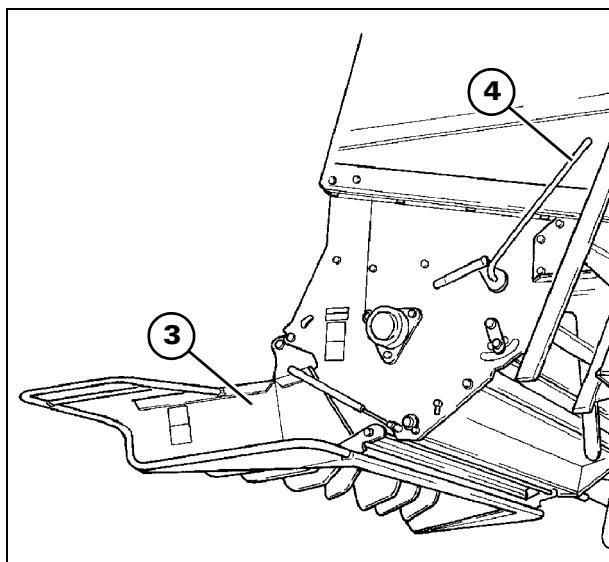
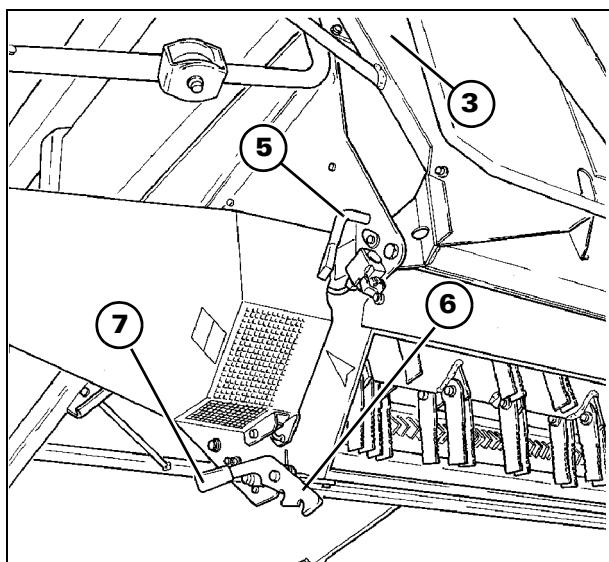
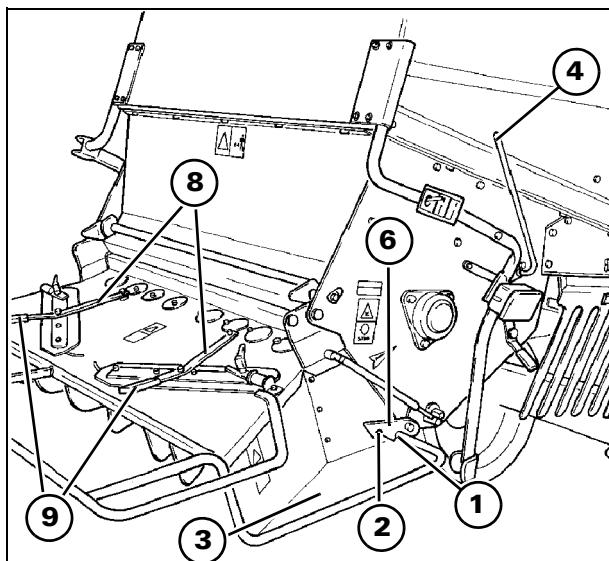

Рис. 22
Рис. 23
Рис. 24
ПОЛОЖЕНИЕ ДЛЯ ТРАНСПОРТИРОВКИ - Рис. 22 – Рис. 23
При движении по дорогам ротор соломорезки должен быть заблокирован, а разбрасыватель (3) должен находиться в рабочем положении, как показано на Рис. 22. При буксировке комбайна прицепа жатки разбрасыватель (3) должен быть направлен вверх, как показано на Рис. 23. Для того чтобы поднять разбрасыватель вверх, отпустите блокировочное устройство (6) при помощи рычага (7), поверните разбрасыватель (3) вверх и закрепите его при помощи блокировочного устройства (5).
РАБОЧЕЕ ПОЛОЖЕНИЕ - Рис. 22 – Рис. 24